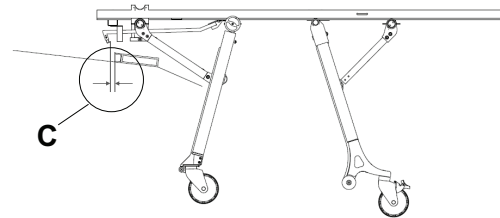

Рисунок 15 – Зазор между предохранительным крюком и пластиной защелки
- Горизонтальный зазор (С) между предохранительным крюком и пластиной защелки является достаточным для выгрузки (Рисунок 15)